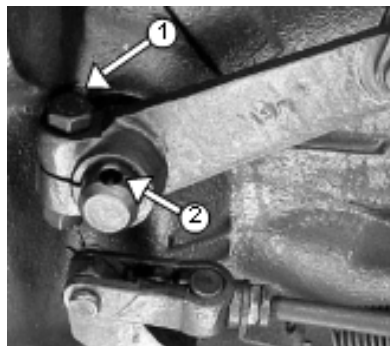

Fig. 102
1. Inserte una llave de palanca en el orificio situado en el extremo del eje de operación del embrague (2 Fig. 102) y afloje el tornillo (1 Fig. 102).